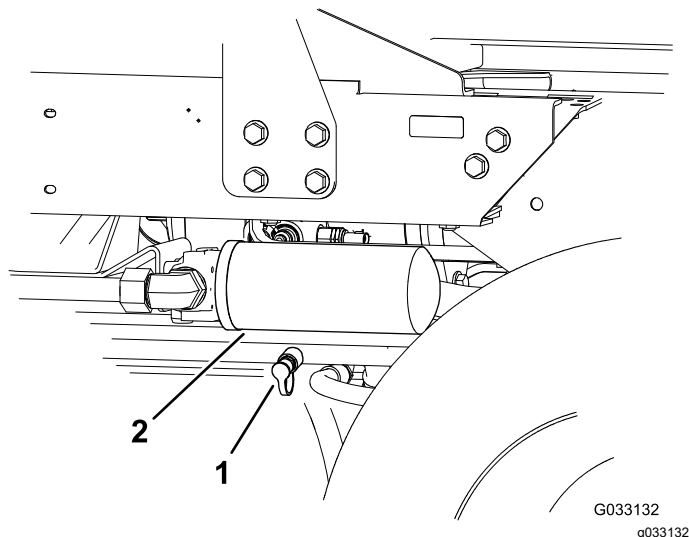

Figura 44
2. Collegate un flessibile idraulico tra il raccordo diagnostico montato sul collettore della trazione posteriore e il foro diagnostico della pressione della trazione in retromarcia (Figura 44).